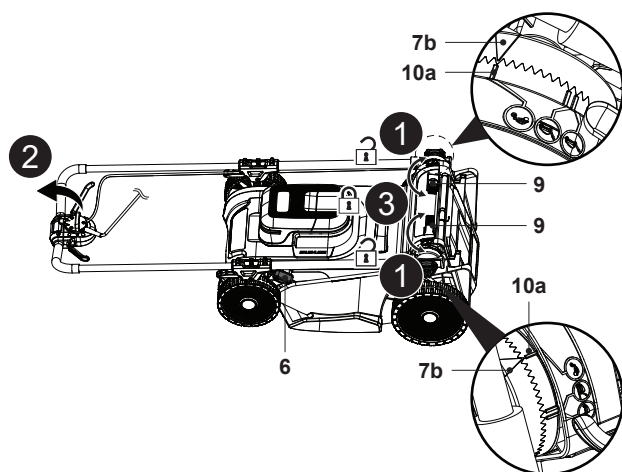

Fig. 21
- Scoate colectorul de iarbă (8) / accesoriul de mărunțire (24).
- Pune maneta pentru reglarea înălțimii de tăiere (13) în poziția cea mai joasă.
- Slăbește cele două manete de fixare (9), apoi pliază complet ansamblul mânerului (fig. 21, pașii 1 și 2).
- Fixează conexiunile blocând cele două manete de fixare (9) și asigură-te că triunghiul indicator (7b) este aliniat cu indicatorul de parcare (10a) pentru a evita extinderea (fig. 21, pasul 3).